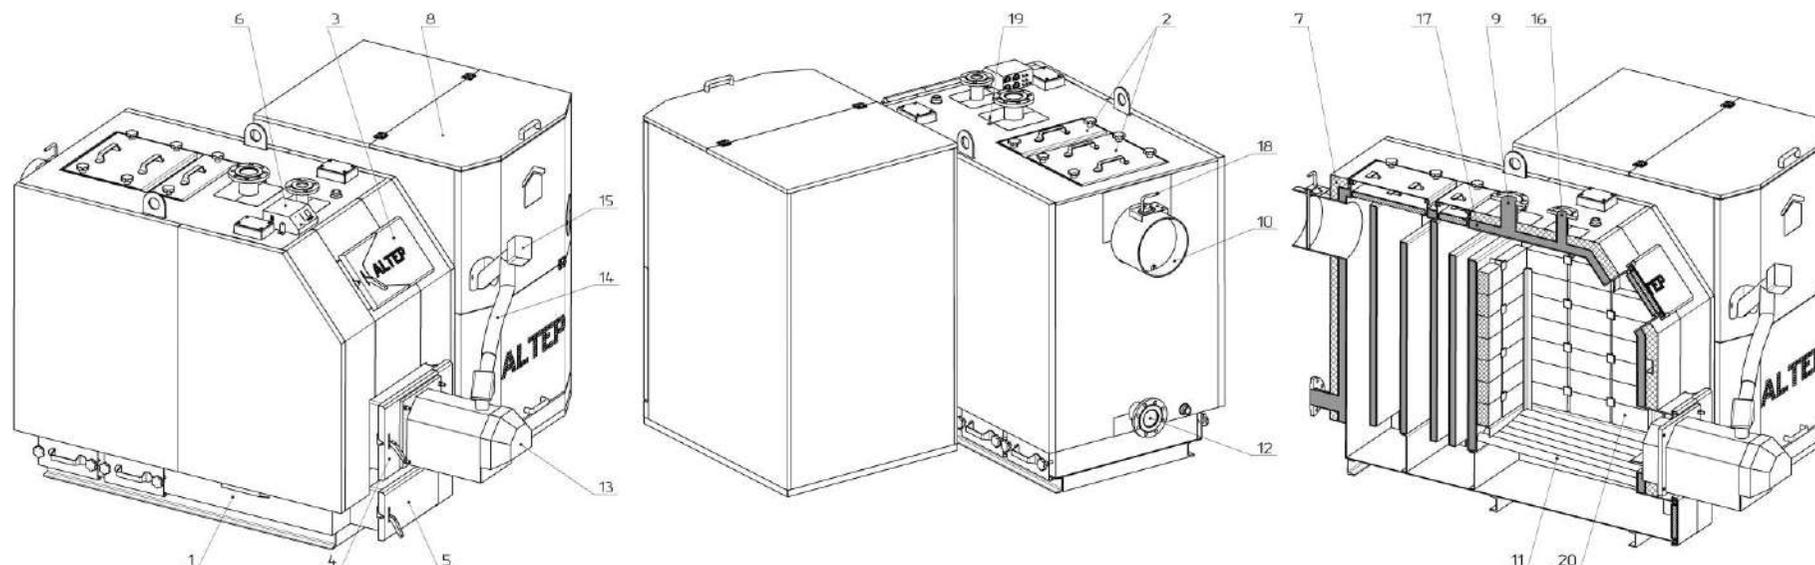

Рисунок 2 – Внешний вид и основные элементы котла типа КТ-3Е-РГ
Корпусом котла (поз. 1, рис. 2) является параллелепипед с двойными стенками, разделенными водными перегородками (поз. 17, рис. 2). Топочная камера расположена перед двухходовым теплообменником.
- шнекового (винтового) механизма подачи топлива, который приводится в движение мотор-редуктором (поз. 15, рис. 2);
- автоматической пеллетной горелки (поз. 13, рис. 2);
- электронного контроллера температуры (поз. 6, рис. 2).
Топливо для процесса сжигания подается автоматически из расположенного возле котла бункера для топлива (поз. 8, рис. 2) с помощью винтового (шнекового) механизма подачи. Шнековый механизм соединяется с горелкой гибким гофрированным рукавом (поз. 14, рис. 2), который изготовлен из легкоплавкого материала. Сгорание топлива (пеллеты) происходит в камере сгорания горелки на подвижном колоснике, который изготовлен из жаропрочной стали. Камера сгорания горелки выполнена из огнестойкой керамики.
Обслуживание котла заключается в периодическом добавлении топлива в бункер (поз. 8, рис. 2) и устраниении золы из нижней части корпуса котла без необходимости погашения котла. После розжига котел не требует постоянного присутствия обслуживающего персонала в помещении, где он смонтирован. Эксплуатация котла может происходить непрерывно в течение всего отопительного сезона. Котел может также работать после отопительного сезона в системе с бойлером для горячего водоснабжения.
Дымовые газы выходят в дымоход через боров (поз. 10, рис. 2), расположенный в задней части котла. Боров оснащен встроенным дроссельным клапаном продуктов сгорания – шибером (поз. 18, рис. 2). В случае слишком высокой тяги в дымоходе шибер дает возможность снизить ее путем частичного перекрытия выходного отверстия борова
- дверцы топки (поз. 3, рис. 2);
- дверцы горелки (поз. 4, рис. 2);
- дверцы зольника (поз. 5, рис. 2).
- патрубок прямой сетевой воды (поз. 9, рис. 2);
- штуцер для установки предохранительного клапана (поз. 16, рис. 2);
- гильза для датчика температуры котла (поз. 19, рис. 2);
- дверцы для периодического обслуживания (чистки) конвекционной части котла (поз. 2, рис. 2).
В нижней части, на задней стенке, – патрубок обратной воды (поз. 12, рис. 2) и сливной патрубок.
Корпус котла обложен теплоизоляционным материалом – минватой (поз. 7, рис. 2).
Для обеспечения возможности работы котла в режиме ручной загрузки топлива в топку (например, дров), в нижней части топки размещена колосниковая решетка (поз. 11, рис. 2). Кроме того, на верхней стенке корпуса котла предусмотрено посадочное место для монтажа вентилятора (закрытое заглушкой), который будет нагнетать воздух в камеру сгорания (управление вентилятором осуществляется контроллером автоматически).
Для стабилизации процесса сгорания топлива, возможно, как опция, заказать модификацию котла с установленными керамическими катализаторами (поз. 20, рис. 2).